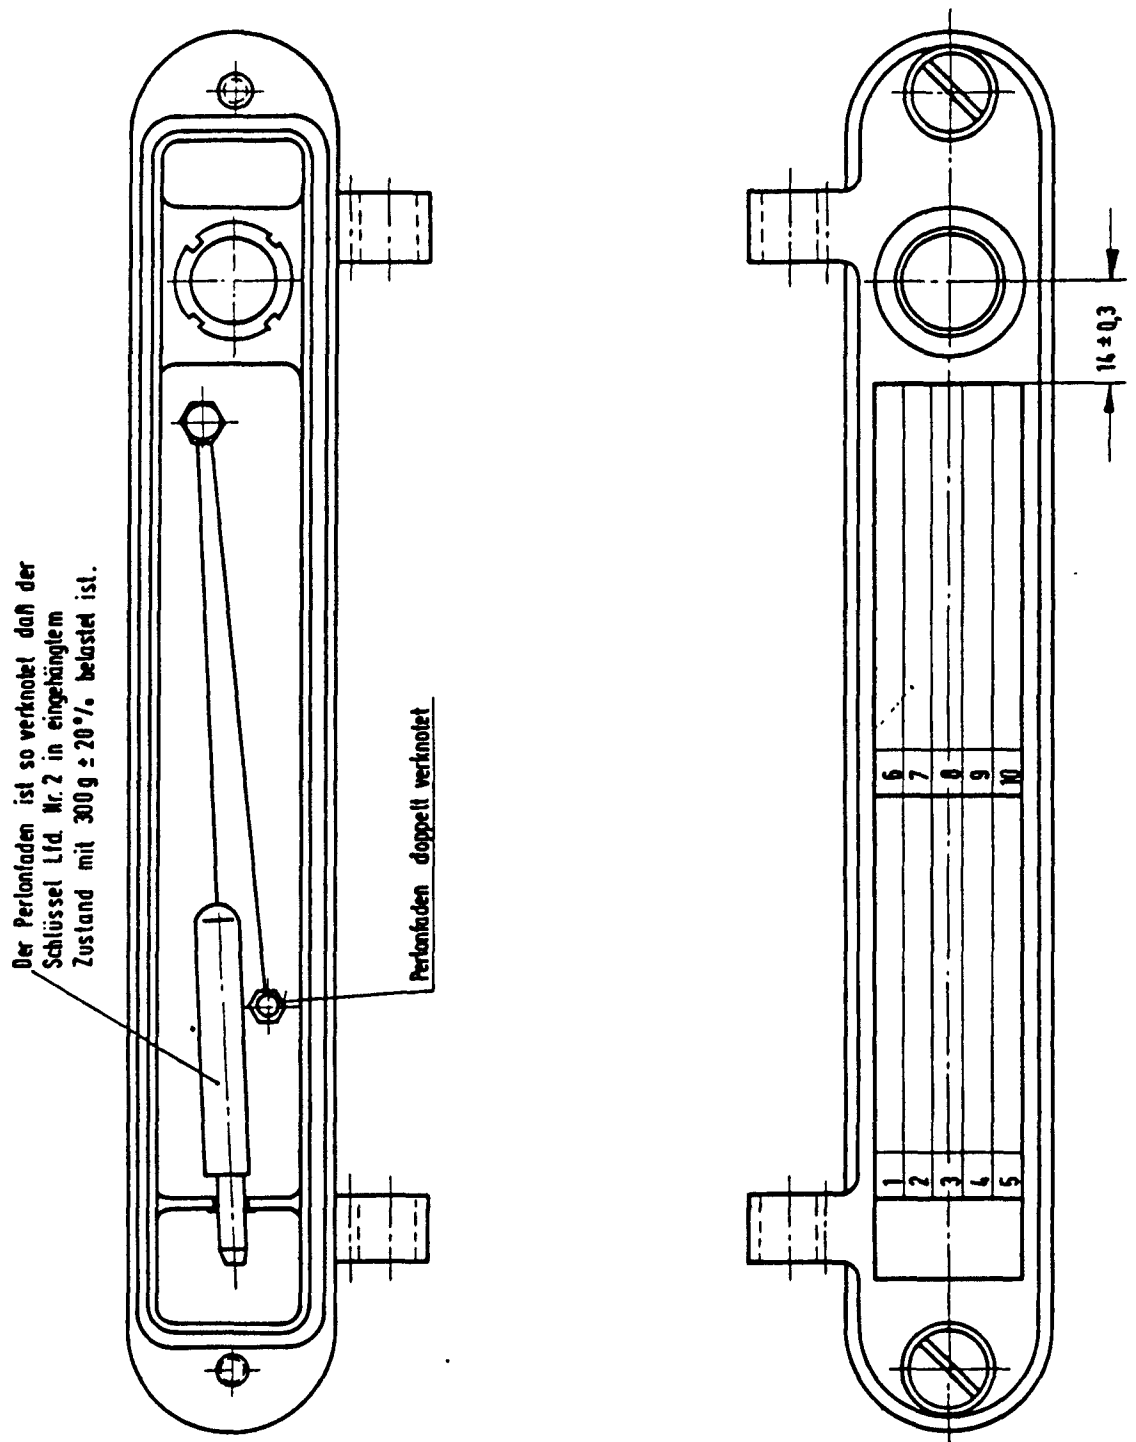

Bild 31. Klappdeckel
4 4.4.15. Schaltschlüssel (Bild 31)
4.4.4.17. Rändelschraube (Bild 31)